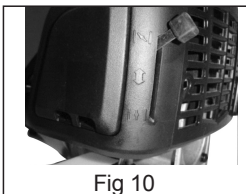

Fig 10
- Mettez le starter sur position fermé vers le haut  . Fig 10